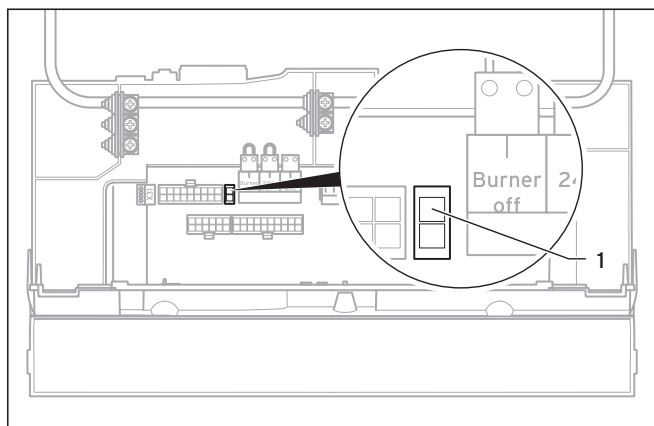

Bild 2.4 Byte av koderingsmotstånd
- Håll emot med en öppen nyckel då ni skruvar fast överfallsmuttrarna på gasarmaturen, på motsatta sidan av gasarmaturen (5) resp. (6).
- Snäpp loss det bakre locket (2) på elektronikboxen från hållarna på elektronikboxen(3).
- Ta bort det gamla koderingsmotståndet (1, bild 2.4).